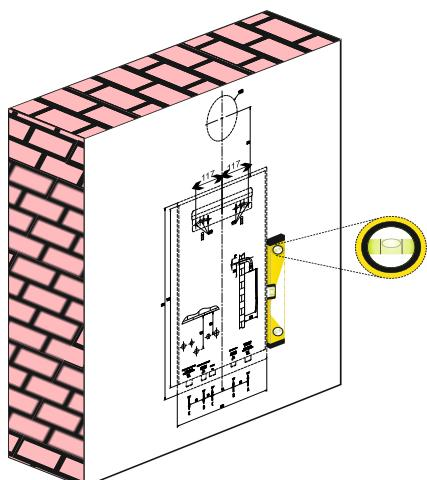

Figura 10. Parete verticale piana
- Montare l'apparecchio solo su pareti verticali e piane. Fare riferimento alla Figura 10.